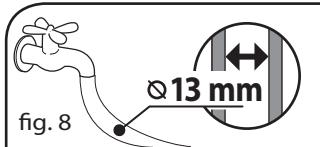

fig. 8
4. Assemblez le tube à l'alimentation de l'eau froide et ouvrez complètement le robinet (fig. 8).